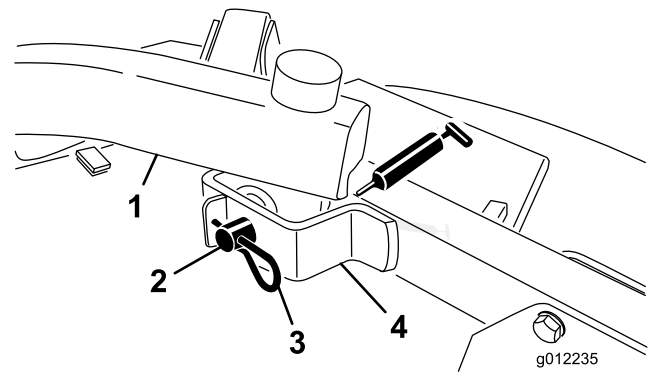

Figure 21
- Pivots de bras de relevage avant (2) (Figure 21)